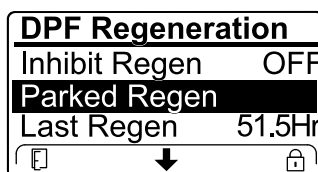

Figura 59
- Se il computer del motore richiede una rigenerazione di recupero, oppure sta eseguendo una rigenerazione di recupero, e voi scorrete il menu verso il basso fino all'opzione PARKED REGEN, la rigenerazione parcheggiata viene bloccata e l'icona di blocco (Figura 59) compare nell'angolo in basso a destra dell'InfoCenter.